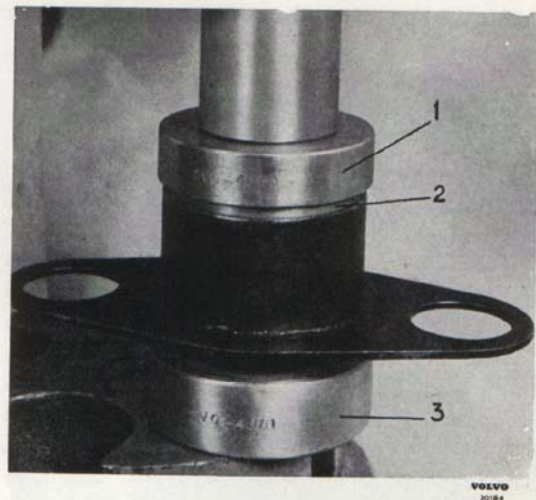

Bild 7. Ipressning av lager.
Vid ipressning, vilket likaså sker i press, tillses att icke lagret pressas snett i lagerhuset. Dorn SVO 4080 med styrning för lagret användes, bild 7. Lagerhuset placeras i underläggsring SVO 4081 (3) mitt under verktyget (1). Lagret (2) sättes på verktygets styrtapp, riktas in och pressas i så långt verktyget medger. Lagret är lika på båda sidor och kan således icke monteras fel.